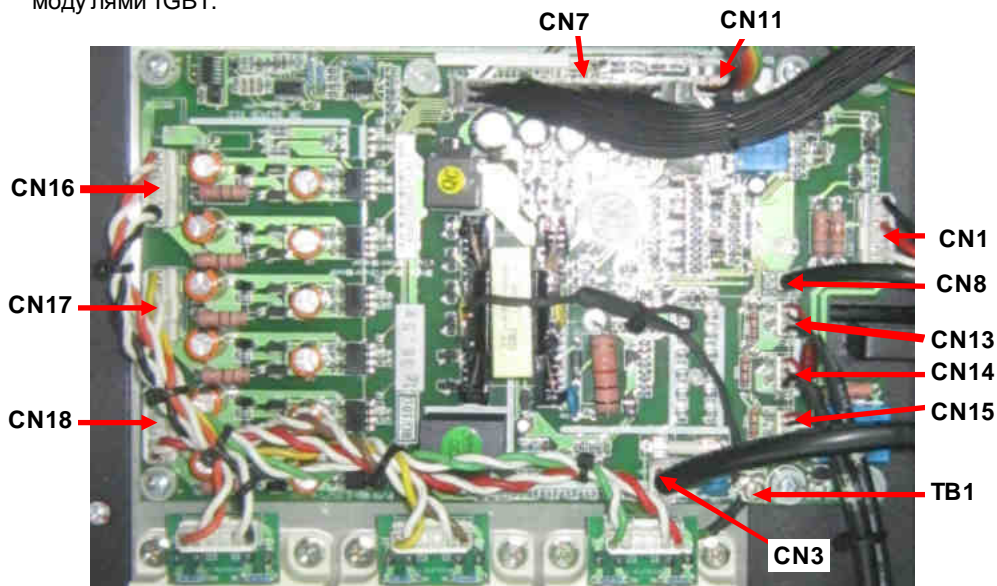

Рис. 6.18. Расположение разъемов платы ЦП.
6.16.2. Отсоединить разъем **CN3** кабеля питания платы (540В), провод заземления от клеммы **TB1** (рис.6.18).
6.16.3. Отсоединить три разъема **CN13**, **CN14** и **CN15** кабелей датчиков тока, разъем **CN8** датчика температуры (рис.6.18).
6.16.4. Отсоединить разъем **CN1** кабеля контроля предохранителя и кабеля управления вентиляторами (рис.6.18).
6.16.5. Отсоединить разъем **CN11** шлейфа платы управления тиристорами и разъем **CN7** шлейфа ЦП (рис.6.18).
6.16.6. Отвернуть четыре винта крепления платы и снять ее (рис.6.18).